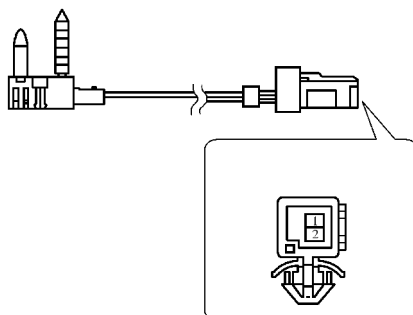

图 7-22 蒸发器温度传感器
1) 使用万用表测量蒸发器温度传感器两端子之间电阻值应随温度升高而逐渐降低，如图 7-22 所示。若不符合规定则更换传感器。